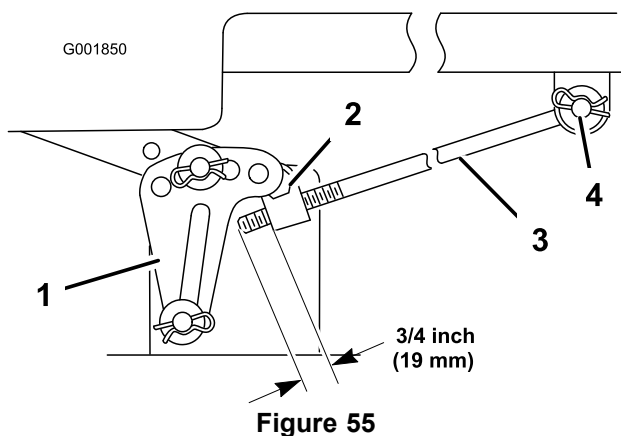

Figure 55
5. Mesurez la longueur de tige qui dépasse du bloc de réglage sur les côtés du châssis (Figure 55).
6. Si la longueur n'est **pas** égale à 19 mm, retirez la goupille fendue et la rondelle de l'extrémité de la tige (Figure 55), puis vissez ou dévissez la tige jusqu'à obtention de la longueur requise.